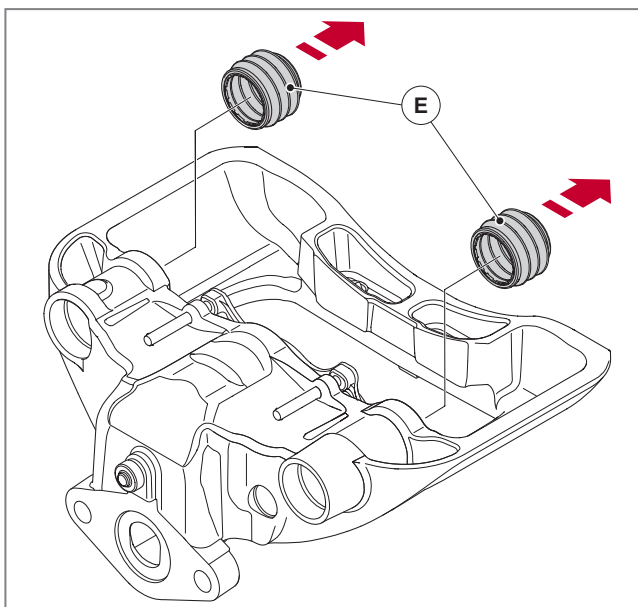

Abb. 60 - Faltenbälge und Führungsbolzen entfernen
6. Entfernen Sie die beiden Faltenbälge der Führungsbolzen (E), *siehe* ► Abb. 60. Verwenden Sie bei Bedarf einen kleinen Schraubendreher, um sie heraus zu hebeln. Achten Sie darauf, die Faltenbalgdichtflächen der Führungsbolzen nicht zu beschädigen, wenn Sie die Faltenbälge heraushebeln!